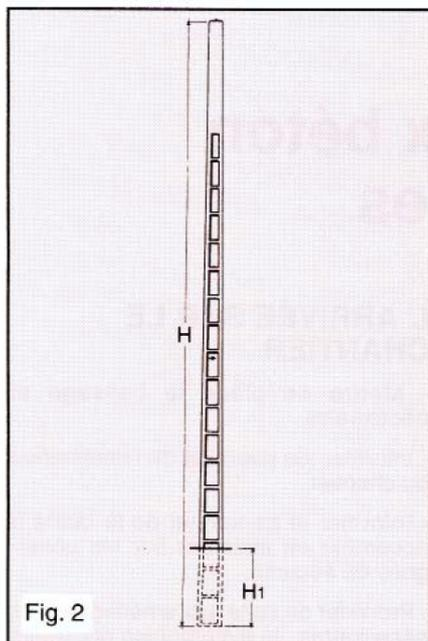

Fig. 2
- L'encastrement d'un poteau béton résulte généralement de la règle suivante.(cf. fig. 2).